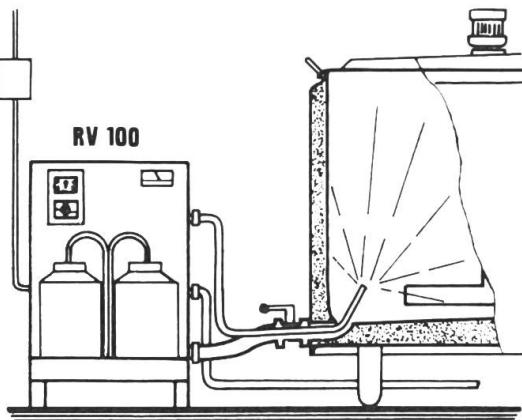

Abb. 23: Automatische Tankreinigung über den Auslaufstutzen.
- Reinigungsautomaten werden über den Auslaufstutzen, das Rührwerk oder über einen zentralen Sprühkopf an die Wanne oder den Tank angeschlossen (Abb. 23). Die Dosierung der Mittel, die Temperatur